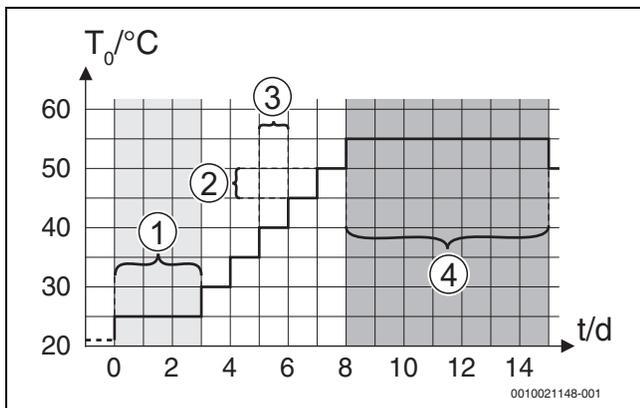
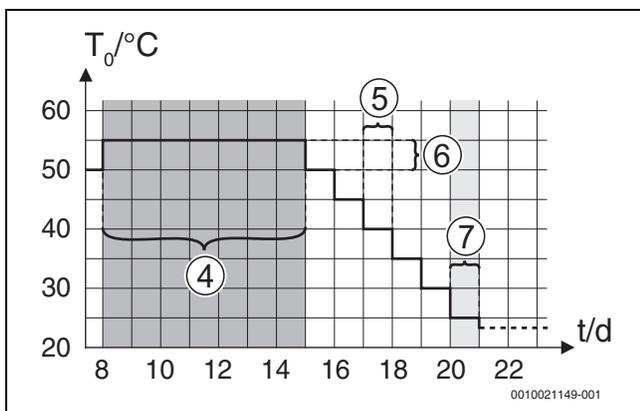

Bild 8 Ablauf der Estrichtrocknung mit den Grundeinstellungen in der Aufheizphase
Bild 9 Ablauf der Estrichtrocknung mit den Grundeinstellungen in der Abkühlphase
**Legende zu Abb. 8 und Abb. 9:**
Wartezeit bevor Start	Phase überspr.: Das Estrichtrocknungsprogramm startet sofort für die ausgewählten Heizkreise. [1 ... 50] Tage: Das Estrichtrocknungsprogramm startet nach der eingestellten Wartezeit. Die gewählten Heizkreise sind während der Wartezeit ausgeschaltet, der Frostschutz ist aktiv (→ Abb. 8, Zeit vor Tag 0)
Tab. 7 Einstellungen im Menü Estrichtrocknung (Abb. 8 und 9 zeigen die Grundeinstellung des Estrichtrocknungsprogramms)